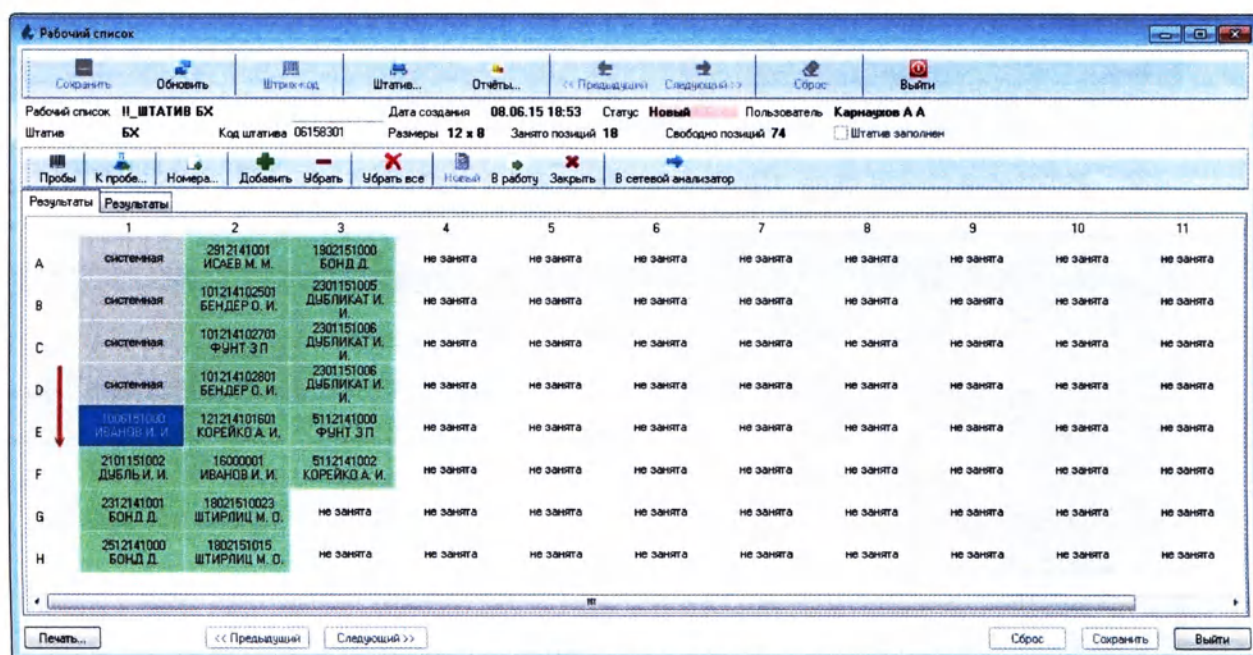

Рисунок 6.22
5. Пробы добавятся по порядку, начиная с первой позиции после контролей. В системные позиции контролей пробы не добавляются (Рисунок 6.22):